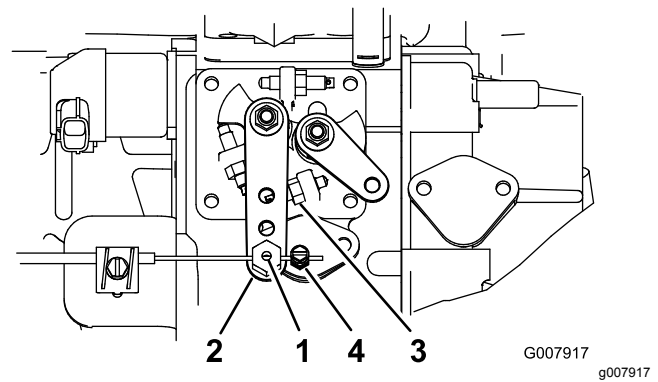

Figura 50
2. Afloje el conector del cable del acelerador, en el cable del acelerador, junto a la palanca de la bomba de inyección (Figura 50).
3. Sujete la palanca de la bomba de inyección contra el tope de ralentí alto (Figura 50).